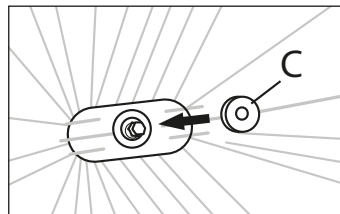

Fig. 3
A continuación, tire del disco elástico C del interior del portafiltros ⑪ sobre el extremo con forma de estrella del eje de la protección antigoteo para fijar finalmente las piezas (véase fig. 3).